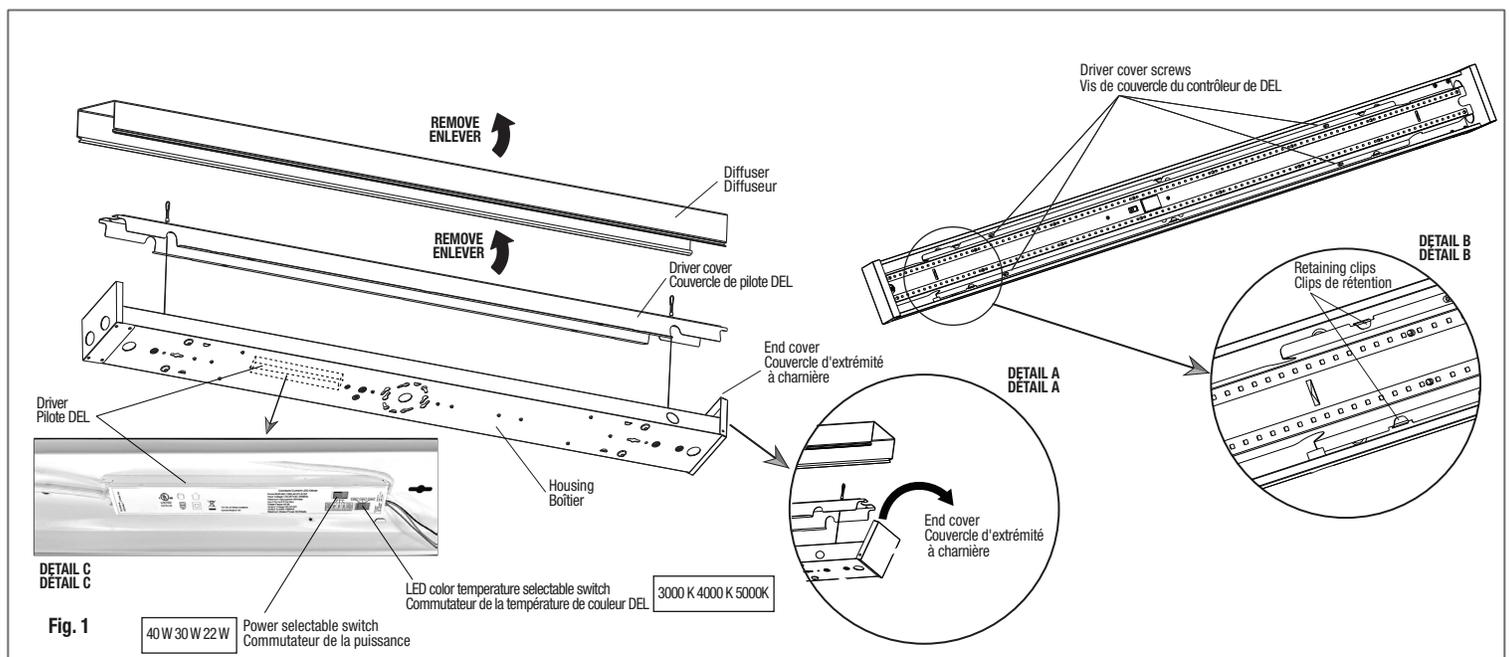

Fig. 1
1. Rotate the hinged end cover (Fig. 1, detail A). Remove gently the diffuser from the borders of the end covers and sides housing grooves (Fig. 1).
2. Detach and remove the driver cover by unscrewing the two screw and pressing it outside from the retaining clips (Fig. 1, detail B).
8. Select the desired LED color temperature and the power of luminaire by using the driver switches as shown in Fig. 1 detail C.
1. Pivoter le couvercle d'extrémité à charnière (Fig. 1 détail A). Enlevez doucement le diffuseur pour le faire sortir de rebords des couvercles d'extrémité et des rainures latérales du boîtier (Fig. 1).
2. Détacher et enlever le couvercle du pilote de DEL en dévissant les deux vis et en le pressant en dehors des clips de rétention (Fig. 1 détail B).
8. Sélectionnez la température de couleur et la puissance à l'aide des commutateurs du pilote DEL, comme montré sur la Fig. 1 détail C.